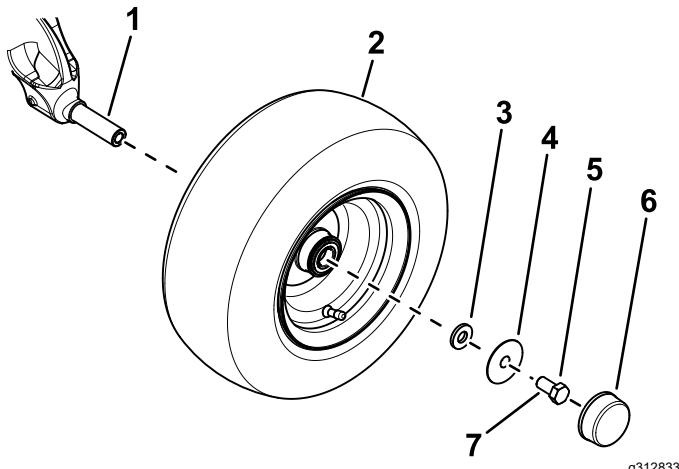

Figura 3
3. Aplique fijador de roscas a la rosca interna de la mangueta (Figura 3).
- 4. Utilice una arandela pequeña, una arandela grande, y un perno ($\frac{5}{8}$ " x 1 $\frac{1}{4}$ ") para sujetar la rueda a la mangueta (Figura 3).
- 6. Instale el tapón guardapolvo en la rueda (Figura 3).